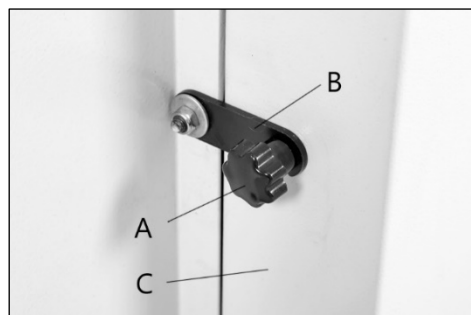
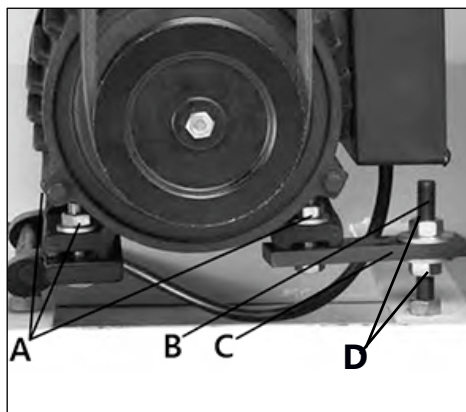

Рисунок 16.
Рисунок 24.
Откройте дверку С шкива ножевого вала (рис. 16). Вращайте ножевой вал, чтобы получить доступ к одному из трех ножей.
Поставьте на место кожух ножевого вала, закройте дверцу С шкива ножевого вала (рис. 16).
- Ослабьте рукоятку А (рис. 16), откройте замок В, откройте дверцу С.
Для замены, отключите станок от сети. Откройте дверцу С (рис. 16), ослабьте крепеж В на пластине натяжения С, которая крепит электродвигатель к кронштейну (рис. 24).
Ослабьте крепеж А, который крепит электродвигатель к кронштейну (рис. 24). Передвигайте электродвигатель горизонтально пока шкив ножевого вала не выровняется со шкивом электродвигателя.